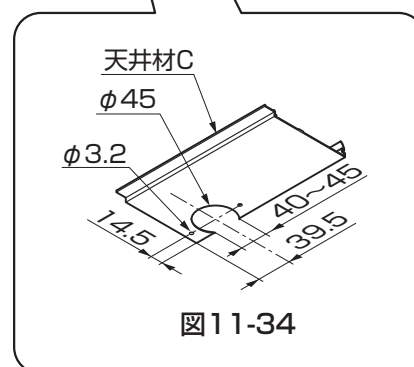

图 11-34
- ②アタッチメントパッキンを雨樋アタッチメントに貼付けて樋に【6-1】で取付けてください。
- ③天井材Cの竖樋がつく位置を確定し、切欠きを現場加工してください。(図11-34参照)
- ④天井材を取付けてください。